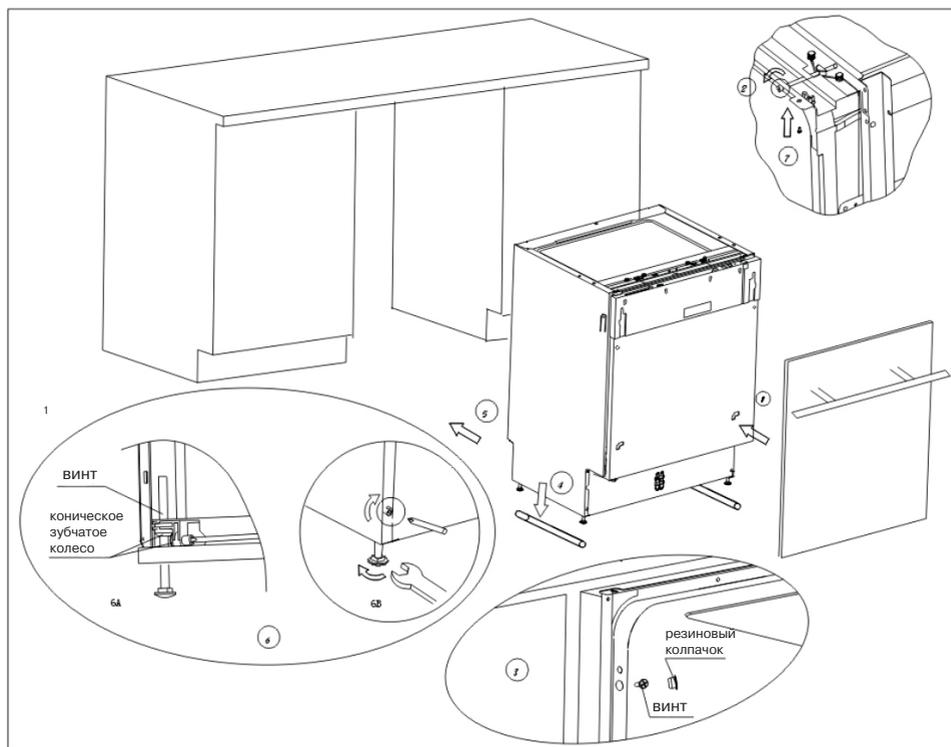

Рис. 7. Последовательность установки посудомоечной машины.
1. Используя скобы, прикрепите декоративную дверцу от вашей мебели к дверце машины (см. п.1 на рис. 7).
2. Отрегулируйте натяжение пружин дверцы при помощи торцевого ключа, поворачивая его по часовой стрелке для натяжения пружины и против часовой стрелки для того, чтобы ослабить пружины дверцы. Невыполнение данной операции может привести к повреждению посудомоечной машины (см. п.2 на рис. 7).
6. Поместите посудомоечную машину на направляющие (см. п.4 на рис.7).
9. Выровняйте машину. Задние ножки можно регулировать винтами, расположенными спереди (см. п.6А на рис.7). С помощью ключа отрегулируйте передние ножки (см. п.6В на рис. 7).
А. Если у Вас столешница из дерева или ДСП, прикрутите машину к ней шурупами по дереву, будьте осторожны, вес машины может вырвать шурупы из дерева (см. п.7 на рис.7).
В. Если у Вас мраморная или гранитная столешница используйте скобы, чтобы прикрепить машину к стенам соседней мебели, при этом необходимо закрыть винты резиновыми шляпками, чтобы не повредить столешницу (см. п.8 на рис.7).